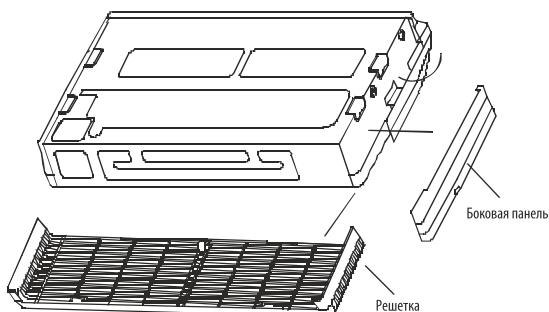

Рис. 42-9
- Снимите боковую панель и решетку (см. рис. 42-9).